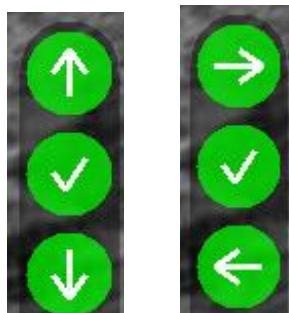

Рисунок 5 – Примеры индикатора назначения кнопок
- Индикатор назначения кнопок** – индикатор, подсказывающий пользователю назначение каждой отдельной кнопки **(3-5)** при выполнении какого-либо действия в выбранном режиме (см. рис. 5). Данный индикатор появляется **только** в случаях, установленных ПО (например, при вводе выверки прицельной сетки).